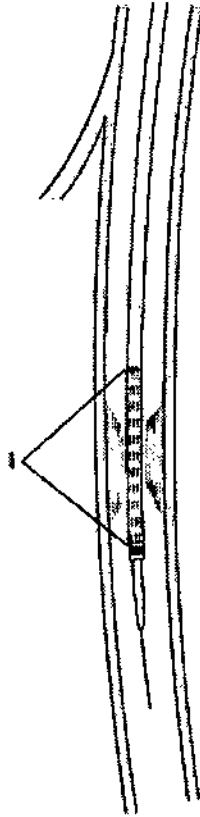

Fig. 9
5. Alinee los marcadores radiopacos del stent (i) en la posición deseada. (Fig. 9) Ahora, el stent debería estar preparado para el despliegue.